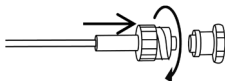

Figura 2
2. Conectați linia de prelevare a gazelor (conector tată tip Luer) la monitorul de gaze respiratorii, așa cum se indică în Figura 2. Rotiți conectorul tip Luer în sens orar pentru a-l îmbina bine și a vă asigura că nu sunt scăpări de gaze la punctul de conexiune.